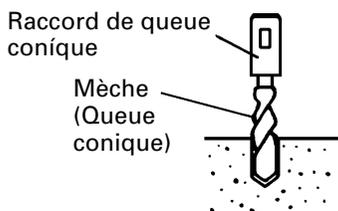
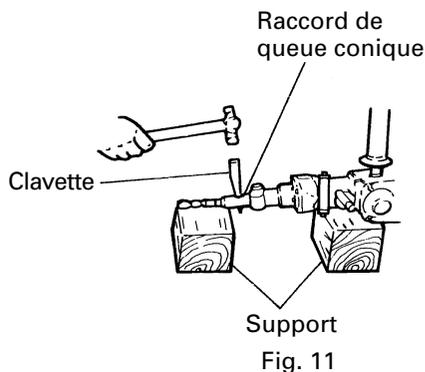

Fig. 10
Fig. 11
- (1) Installer la mèche à queue conique dans le raccord de queue conique. (Fig. 10)
- (2) Mettre l'appareil sous tension et percer un trou de base.
- (3) Après avoir retiré la poussière avec une seringue, fixer le mandrin à la pointe du sabot et l'enfoncer dans le sabot avec un marteau.
- (4) Pour retirer la mèche à queue conique, insérer une clavette dans la fente du raccord de queue conique et frapper sur la clavette avec un marteau. (Fig. 11)